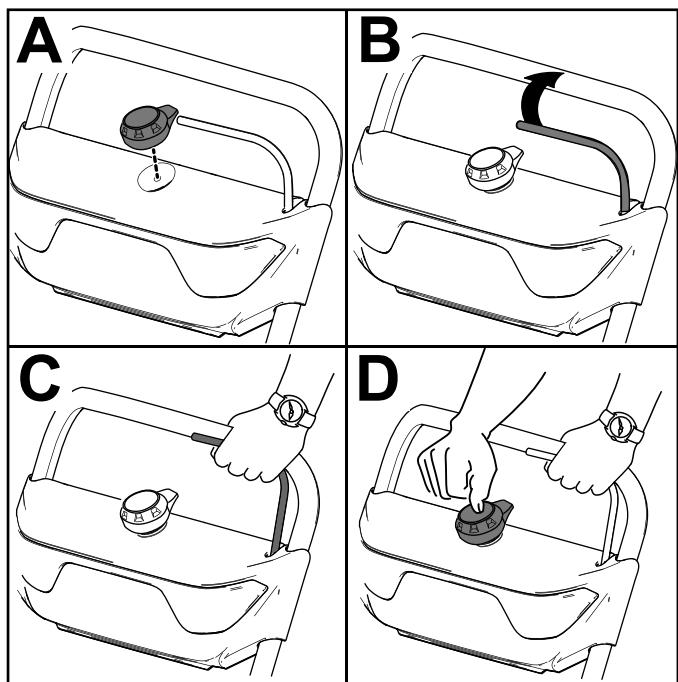

図 11
2. 電気始動ボタンを電気始動装置に挿入する図 11 の A。
3. ベイルを握ってハンドルの所で保持する図 11 の B と C。
4. モーターが始動するまで電気始動ボタンを押す図 11 の。